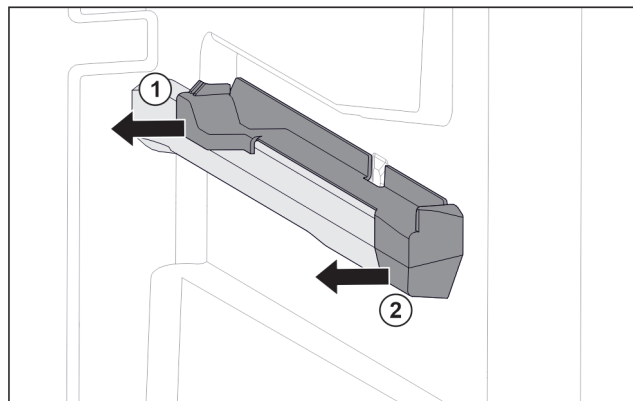

Fig. 75 Aufsteckteil auf der rechten Behälterrippe
- Aufsteckteil unten hinten greifen. Fig. 75 (1)
- Aufsteckteil hinten zur Seite abziehen. Fig. 75 (1)
- Aufsteckteil vorne zur Seite abziehen. Fig. 75 (2)